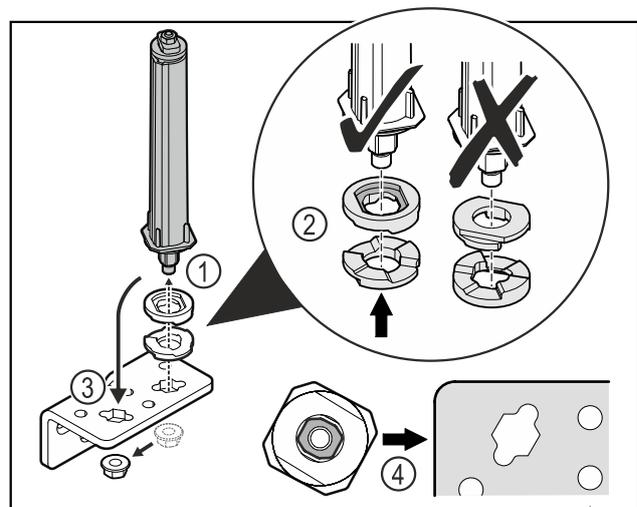

Fig. 47
- ▶ Mutter lösen und Türschließsystem entfernen Fig. 47 (1).
- ▶ Auf die korrekte Ausrichtung der Höhenverstellscheiben achten Fig. 47 (2).
- ▶ Türschließsystem im Scharnierwinkel umsetzen und mit der Mutter fixieren Fig. 47 (3).
- ▶ Beim Einsetzen auf die korrekte Ausrichtung des Türschließsystems achten Fig. 47 (4).